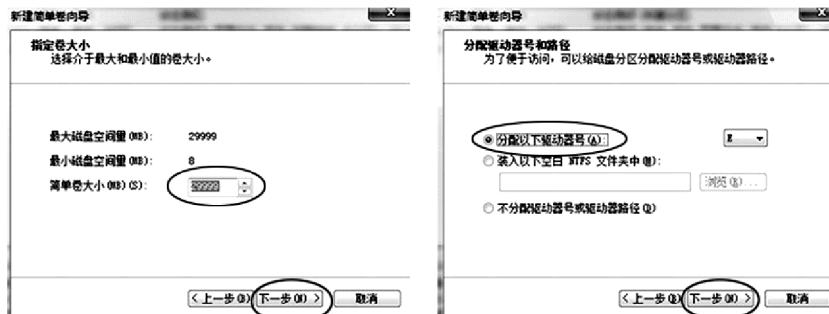

图 3-100 “指定卷大小”和“分配驱动器号和路径”选项卡示意图
3) 在出现的“指定卷大小”选项卡中的“简单卷大小”选项中，选择创建卷的大小或接受最大默认大小，然后单击“下一步”按钮。接下来，在“分配驱动器号和路径”选项卡中选择接受默认驱动器号或选择其他驱动器，以标识分区，设置好后再单击“下一步”按钮，如图 3-100 所示。